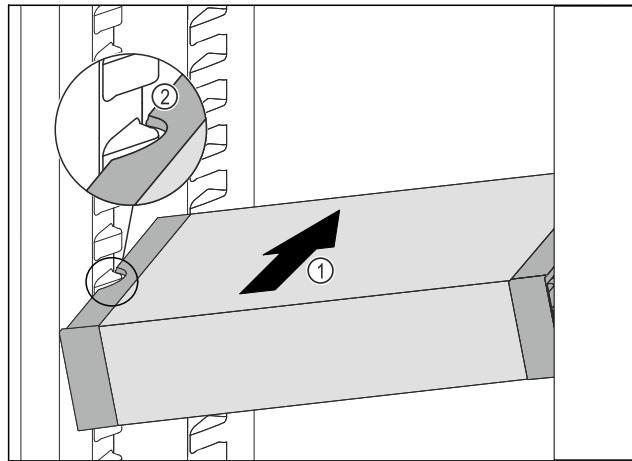

Fig. 106
- Вдвигайте VarioSafe под наклоном в холодильное отделение Fig. 106 (1), пока боковые выемки Fig. 106 (2) VarioSafe не окажутся на высоте выступа резервуара в холодильном отделении.